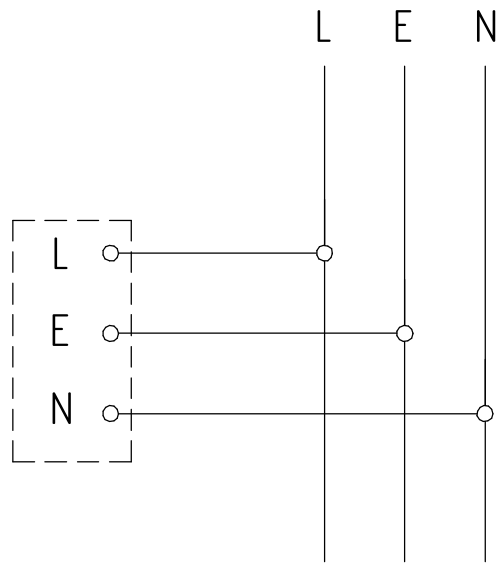

Рисунок 3 - Схема подключения к сети светильника ДБО28.
5.4 Достаньте светильник, подключите провода переменного тока к клеммной колодке согласно схемы (рисунок 3).